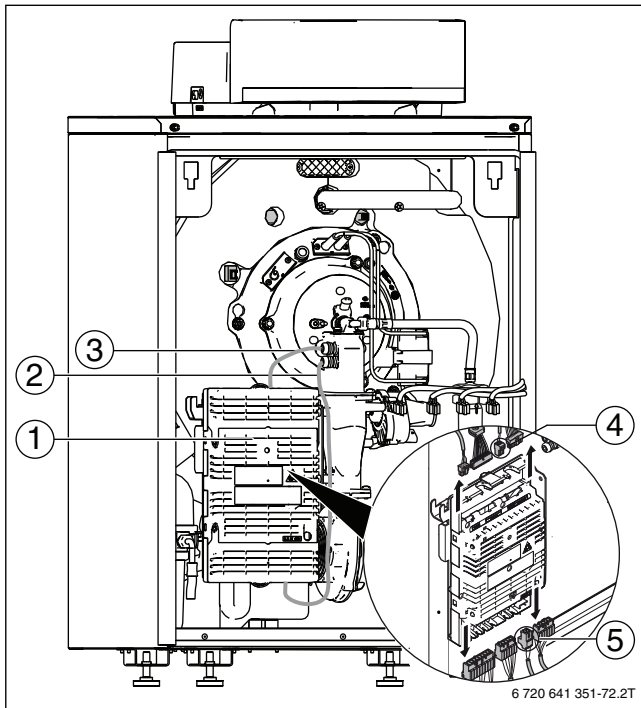

Bild 85 Heizelement demontieren
- Stecker Messfühler (→ Bild 85, [4]) und den Stecker Spannungsversorgung (→ Bild 85, [5]) am Feuerungsautomaten (→ Bild 85, [6]) abziehen.
- Stecker an den Anschlussleitungen (→ Bild 85, [2], [3]) entfernen.